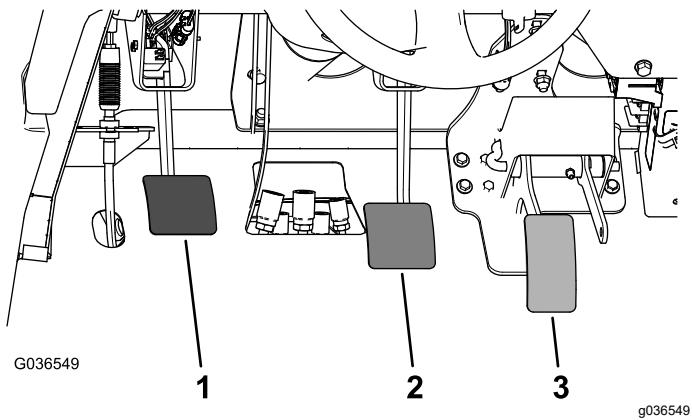

Figura 62
2. Tire hacia arriba del pedal de freno (Figura 62) hasta que entre en contacto con el bastidor.
3. Afloje las contratuerzas que fijan la horquilla al eje del cilindro maestro (Figura 62).